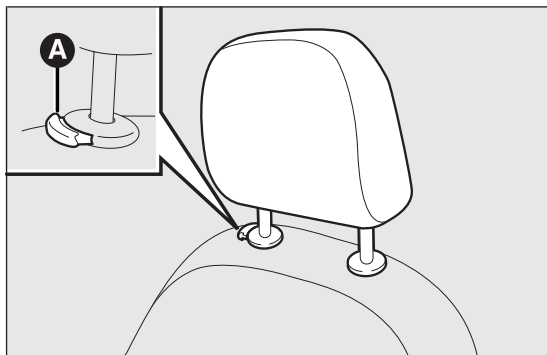

fig. 34
Sono regolabili in altezza e si bloccano automaticamente nella posizione desiderata fig. 34.
- ❑ Regolazione verso il basso: premere il tasto A fig. 34 ed abbassare l'appoggiatesta.